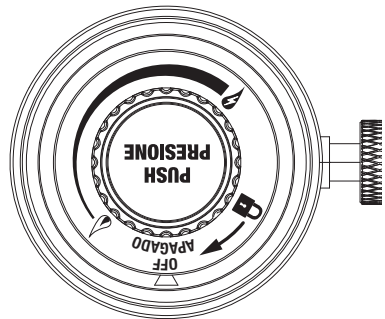

Figura 2
- 1. Gire la perilla de control del regulador a la posición 🔥 "APAGADO". Vea la Figura 2.
1. Asegúrese de que la perilla de control del regulador esté a la posición “**APA**GA**DO**” vea la Figura 2.
1. Gire la perilla de control del regulador a la posición “**APA**GA**DO**”, vea Figura 2.
2. Asegúrese de que la perilla de control del regulador está en la posición “**APA**GA**DO**” vea la Figura 2.